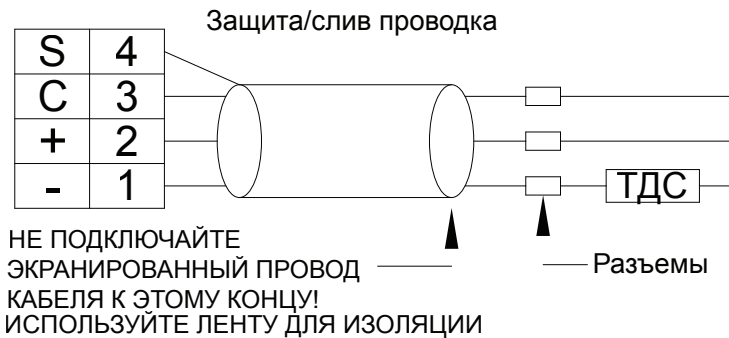

Рисунок 5. Подключение к УТД
2. Подключите три проводника ТД к УТД. (Два возвратных провода должны подключаться вместе.) Если ТД имеет только два провода, подключите к одному из них два из трех проводников. При таком подключении ТД должен находиться как можно ближе (см. рисунок 5). ТД подключен к УТД с использованием только двух проводников, устройство будет работать неправильно.